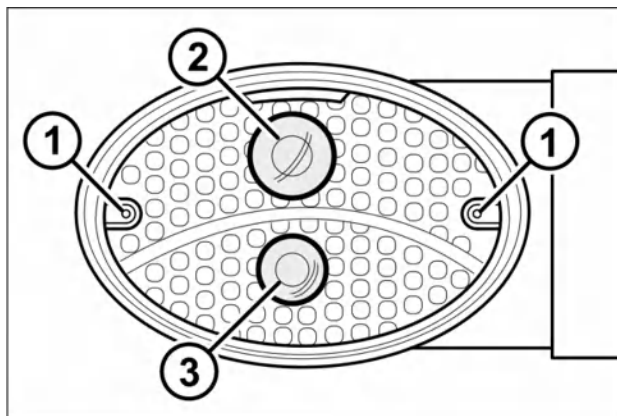

Рис. 8-8
1. Ослабьте винты (1) и снимите стеклянную крышку.
2. Замените неисправную лампу (2 или 3, рис. 8-8). Надавите на лампу и поверните ее против часовой стрелки, чтобы зафиксировать.
3. Снова закрепите стекло винтами (1).